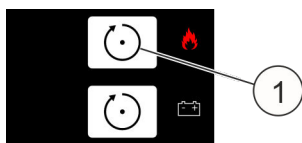

Fig. 20: [Tasto Reset]
30. ► Ripristinare l'allarme con il tasto superiore [Reset] (Fig. 20/1).